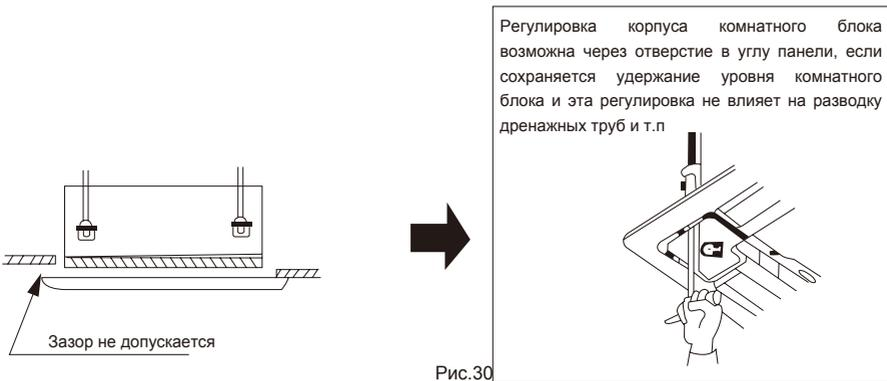

Рис.30
(2) Если остается зазор между потолком и панелью после завинчивания винтов, заново отрегулируйте высоту корпуса комнатного блока (Рис.30).